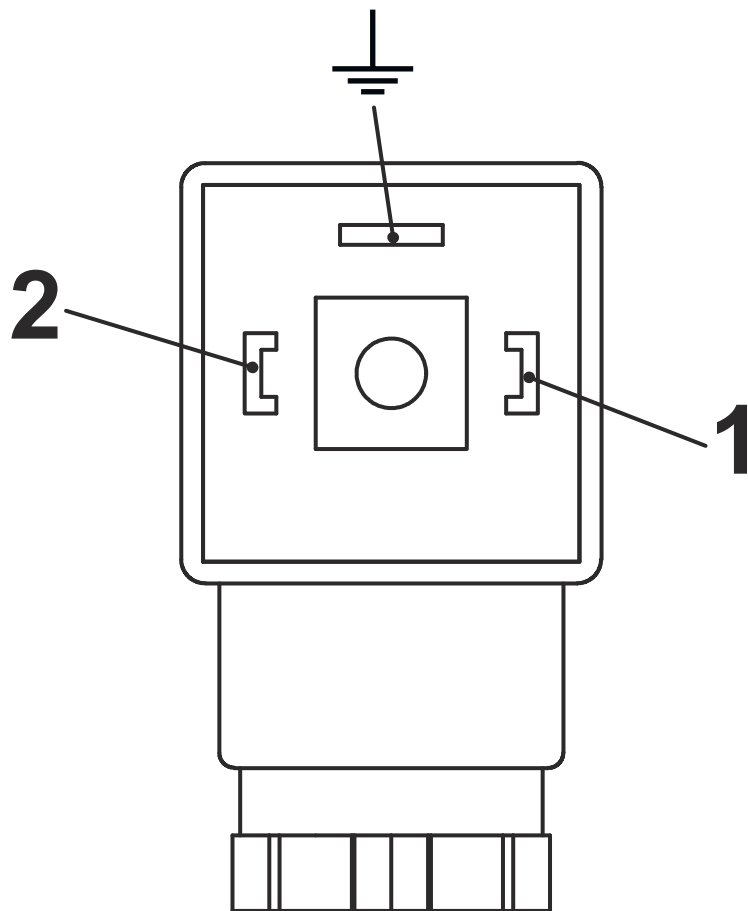
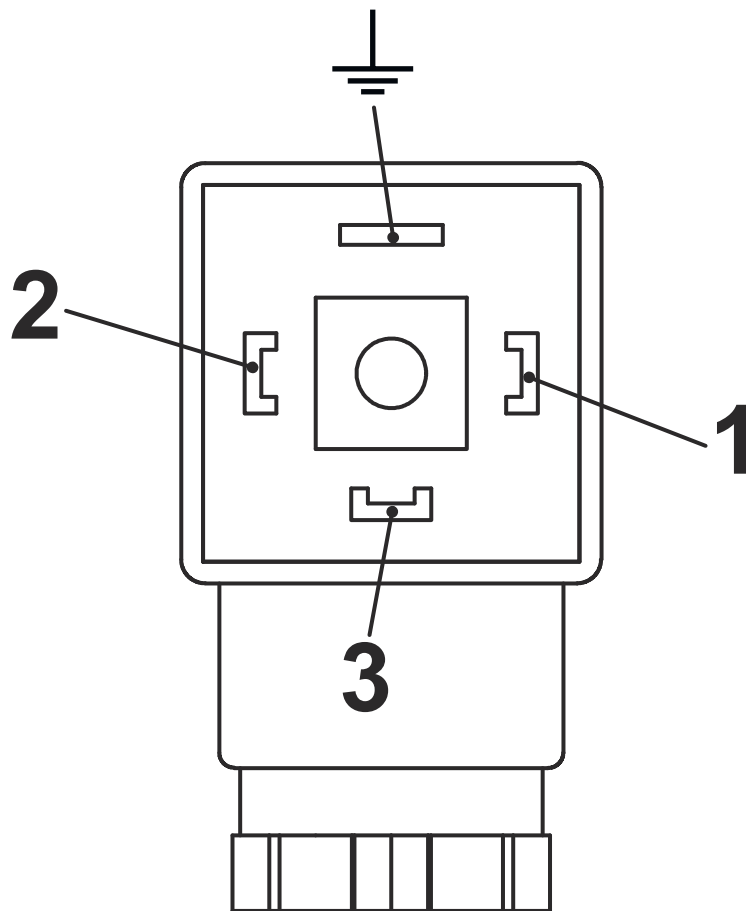

Abb. 26: Pin-Belegung Steckerdose Schließer (Form 15x50)
Abb. 27: Pin-Belegung Steckerdose Wechsler (Form 15x50)
- 6.** ➤ Anschluss gemäß den Anschlussbildern (*Abb. 26* und *Abb. 27*) vornehmen